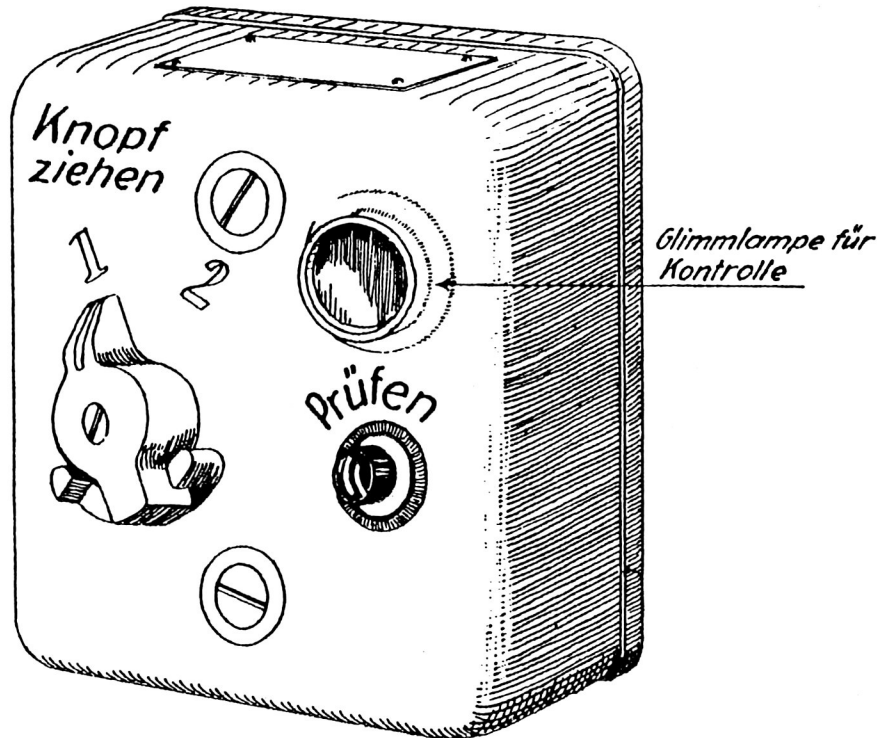

Abb. 5
2. Das Ein- und Ausschalten der Kennung erfolgt am **Bedienungsgerät** in der Kanzel des Flugzeuges während des Fluges (Abb. 5):